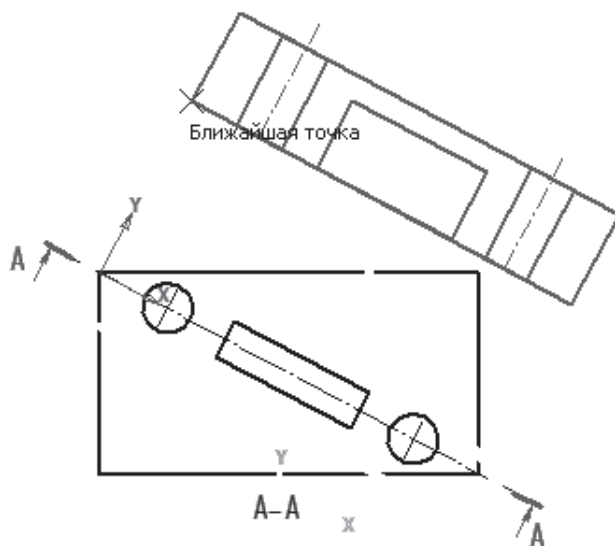

Рис. 106
7. Активировать *Вид 2*, меню *Редактор* → *Выделить все* ( $\langle \text{Ctrl} \rangle + \langle A \rangle$ ). Все элементы вида изменяют цвет. Скопировать все изображение в буфер обмена: меню *Редактировать* → *Копировать* — появится значок начала координат, щелкнуть левой клавишей мыши в нижнем левом углу прямоугольника (отразится привязка *Ближайшая точка*) (рис. 106).